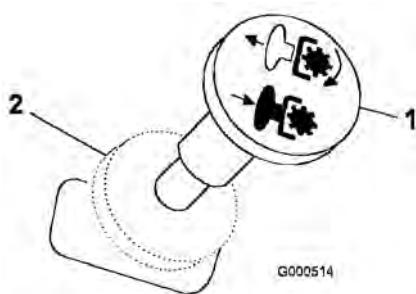

Bild 10
3. Stellen Sie den Zapfwellenantriebsschalter in die Aus-Stellung (Bild 10).
1. Schieben Sie den ZWA-Schalter in die Aus-Stellung (Bild 10).